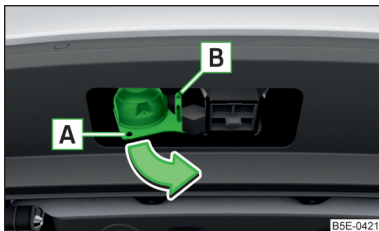

Fig. 190
- Apucați priză cu 13 pini în zona **A** și rabatați-o în afară, în sensul săgeții » fig. 190.
- Introduceți conectorul cablului remorcii în priză cu 13 pini **A** » fig. 190.